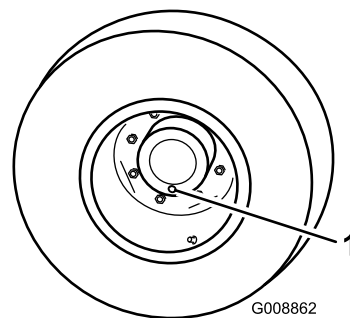

Figure 89
1. Placez la machine sur une surface plane et horizontale et tournez une roue de sorte que l'un des bouchons de contrôle se trouve à la position la plus basse (6 heures) (Figure 89).